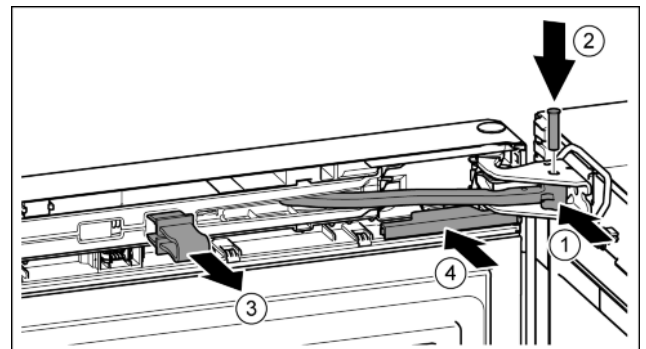

Fig. 22
- ▶ Повернуть шарнир в опорном кронштейне. Fig. 22 (1)
- ▶ Вставить палец в опорный кронштейн и шарнир. При этом следить за тем, чтобы выступ фиксатора занимал правильное положение в пазу. Fig. 22 (2)
- ▶ Снять предохранитель. Fig. 22 (3)
- ▶ Надвинуть крышку. Fig. 22 (4)